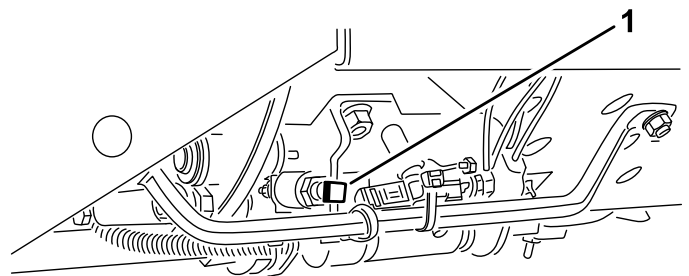

Figure 19
**Important:** La vitesse de tonte est réglée à l'usine à 9,7 km/h (6 mi/h). Vous pouvez augmenter ou réduire la vitesse de tonte en réglant la vis de butée de vitesse (Figure 19).